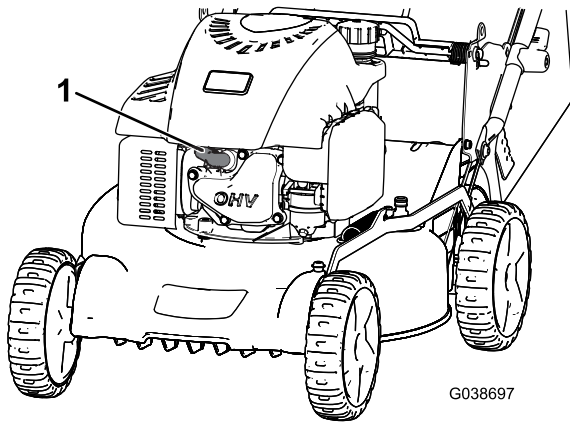

Bild 26
2. Ziehen Sie den Kerzenstecker von der Zündkerze ab (Bild 26).
2. Klemmen Sie das Zündkabel von der Zündkerze ab (Bild 26).